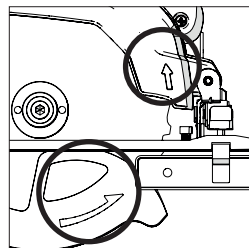

Fig. 6
- Assicurarsi che la freccia di direzione della rotazione stampata sulla lama combaci con le frecce di direzione che si trovano sui coprilama superiore e inferiore dell'utensile. **(Fig. 6)**